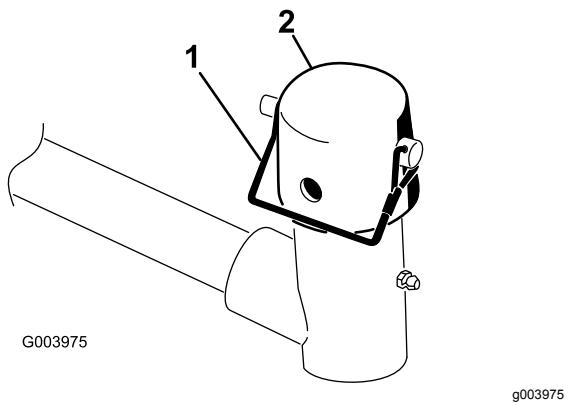

図 9
7. 昇降アームのピボットヨークからスナップピンとキャップを外す 図 9。
11. スナッパピンを使って、キャップとキャリアフレームのシャフトを昇降アームのヨークに固定する図 9。